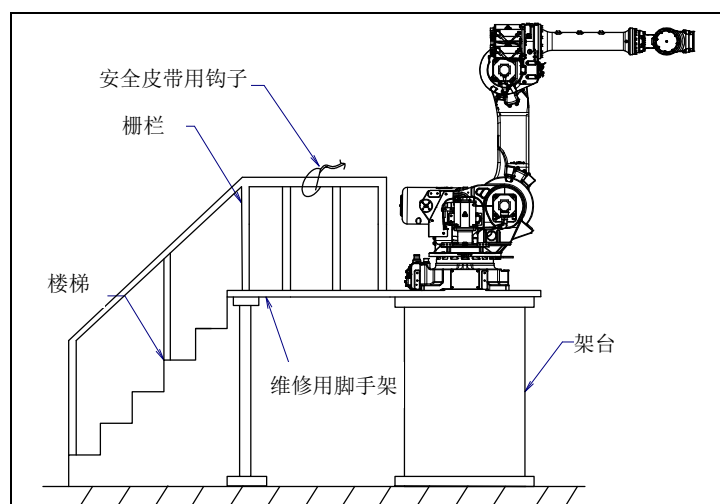

图 3.2 (a) 维修用脚手架
- 准备架台的时候，请参考图 3.2，特别注意在安装或维修作业时的高处作业的安全。应考虑脚手架和安全皮带安装位置的确保等。